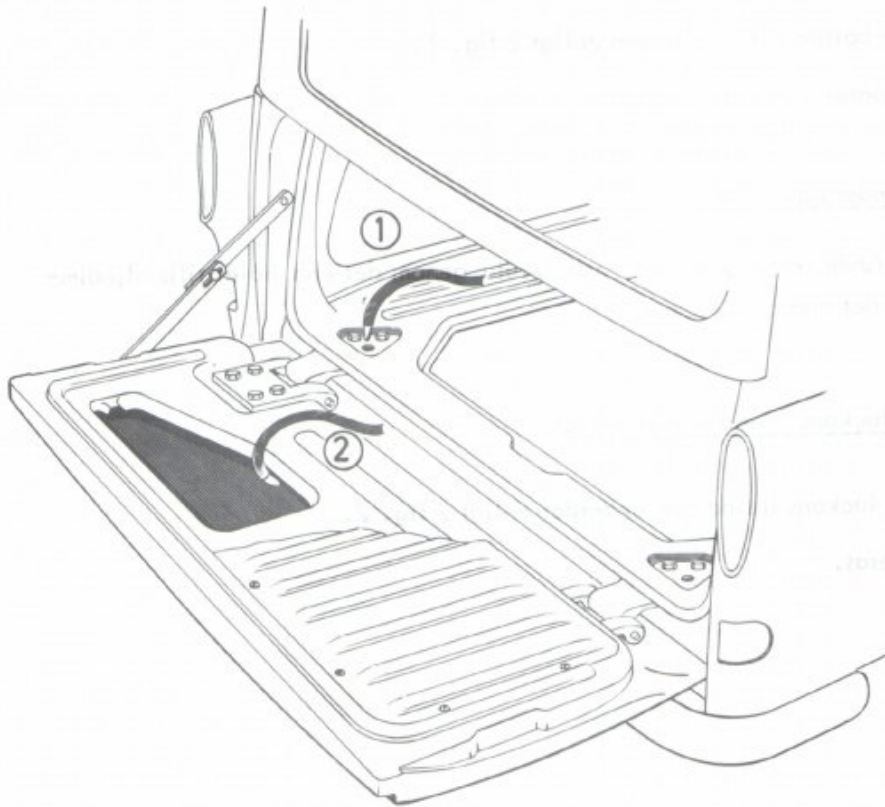

Fig 2
- Papp-panelen på A-stolpens insida demonteras och lätthålen igenstängs (exempelvis med tape) se bild 2.
Lossa gångjärnsskruvar (en på var sida) och spruta genom det ena hålet tills oljedimman synes genom det andra. Se 1 fig. 2.
Sprutning sker på luckans insida och underdel enligt 2 fig. 2.
2. Munstycksslangen föres uppåt enligt bild 2, sprutningen påbörjas samtidigt som munstycksslangen föres bakåt och nedåt. Plugg D skall före behandlingen vara demonterad och ev. sand utsugen. Behandlingen skall täcka hela insidan dvs. den skall på P 445 och 210 utföras även i bakre delen av utrymmet samt på hjulhuset.